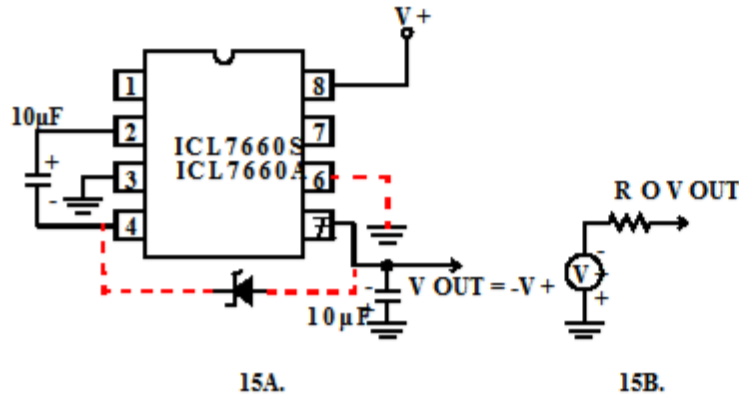

图15.简单负电压转换器及其输出等效
大多数的应用程序无疑会利用这些 ICL7660S 和 ICL7660A 用于产生负电源电压。图15显示了提供 a 的典型连接。负电源，+1.5V至+12V的正电源可用。请记住，引脚6 (LV) 与电源连接。电源电压低于3.5V时为负 (GND)。
图15中电路的输出特性可以是通过与 a 串联的理想电压源近似。如图15B所示。电压源有值 $-(V+)$ 。输出阻抗 (RO) 是一个函数。内部MOS开关的导通电阻 (如图所示) 图14)，开关频率， $C1$ 和 $C2$ 的值，和 $C1$ 和 $C2$ 的ESR (等效串联电阻)。一个图中显示了 RO 的一阶近似。等式2: